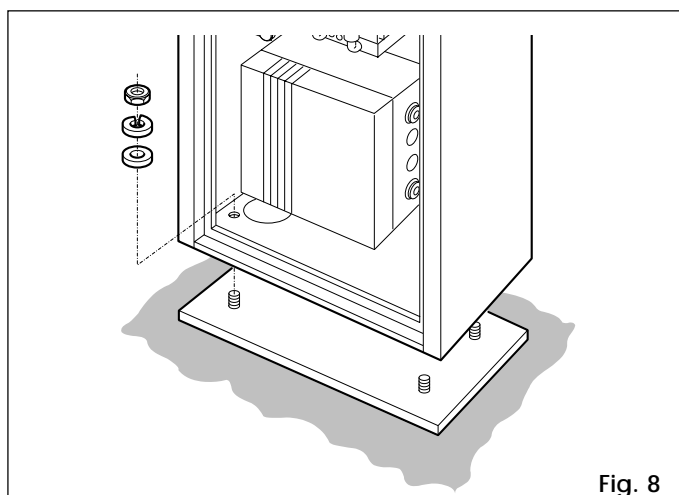

Fig. 8
- 1) Fixer le coffre sur la plaque de fondation au moyen des quatre écrous fournis comme indiqué en fig.8. À noter que la porte du coffre doit s'ouvrir du côté intérieur de la propriété.